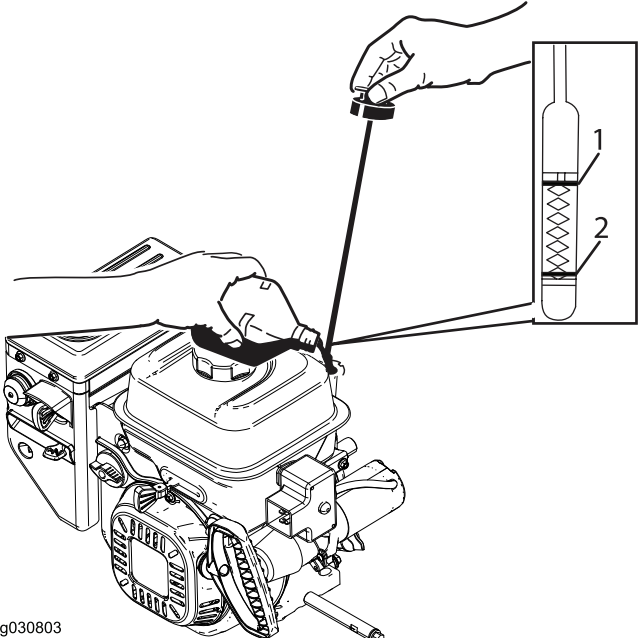

Figure 19
1. Retirez la jauge et versez de l'huile **lentement** dans le goulot de remplissage pour faire monter le niveau de liquide jusqu'au repère du plein (Full) sur la jauge. **Ne remplissez pas excessivement** (Figure 19). Voir (page).